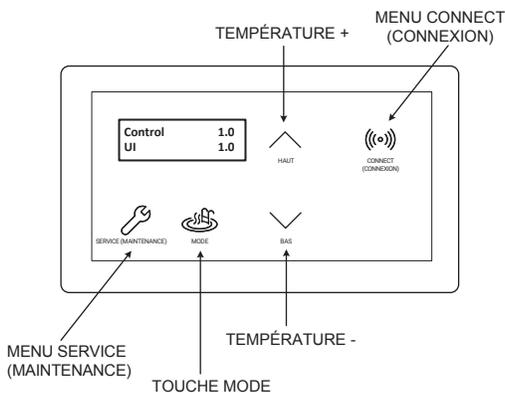

Figure 9. Afficheur de la thermopompe
L'afficheur se trouve sur le panneau avant de la thermopompe, protégé par une trappe. Il est possible de sélectionner tous les modes de fonctionnement et paramètres de la thermopompe à l'aide des cinq (5) touches situées sous l'afficheur. Ces touches sont présentées en Figure 9.